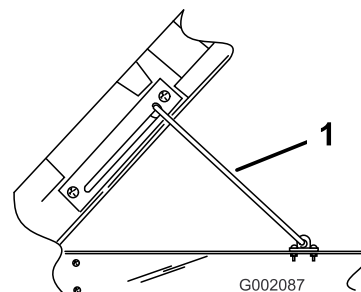

Figura 24
2. Coloque a barra de apoio na ranhura de bloqueio para fixar a caixa (Figura 24).